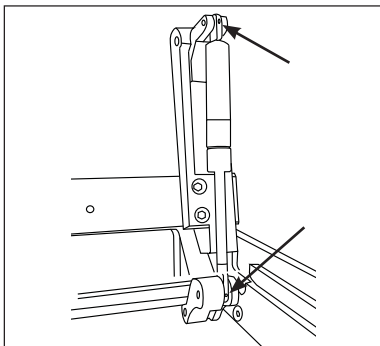

Fig.21
- Allentare i grani del pistone da sostituire (fig.21);
- Allentare il grano del pistone (esempio in fig.21)